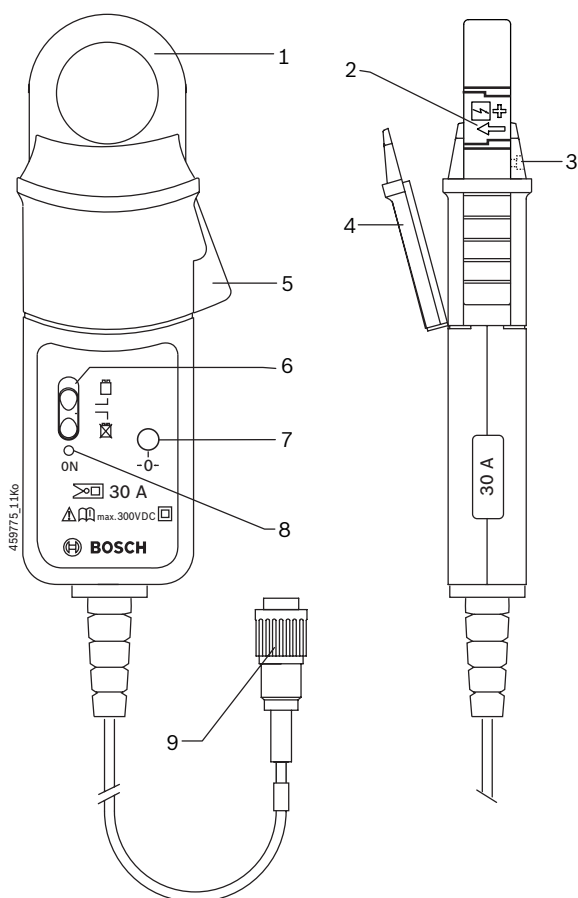

Fig. 1: Pinza amperometrica da 30 A
La pinza amperometrica viene alimentata con tensione tramite l'apparecchio di prova Bosch e pertanto non ha bisogno della batteria. In questo caso l'interruttore della batteria (fig. 1, pos. 6) non svolge alcuna funzione.
Il collegamento della pinza amperometrica al sistema di prova avviene direttamente tramite il connettore di collegamento (fig. 1, pos. 9).